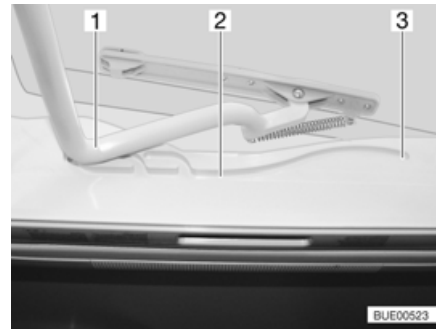

Bild 108 Heki-taklucka, spår
- Dra in bygel (Bild 108,1) i spåret (Bild 108,2) till den bakersta positionen (Bild 108,3).
- Tryck bygel (Bild 108,1) lätt uppåt med båda händerna.
- Drag bygel till önskad position i spåret (Bild 108,2).